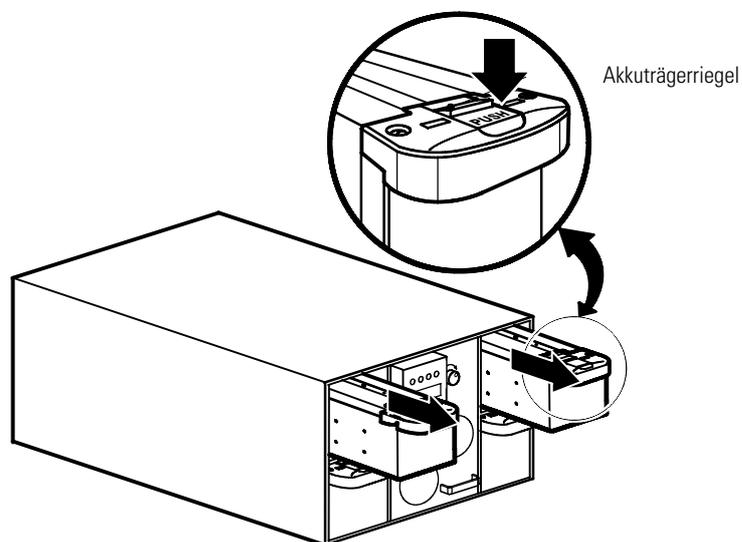

Abbildung 45. Ausbau der Akkuträger
2. Den Riegel eines Akkuträgers drücken und halten, um einen Träger zu entriegeln. Den Akkuträger langsam heraufziehen und auf eine flache, stabile Fläche herausziehen, dabei den Träger mit beiden Händen stützen. Siehe Abbildung 45.